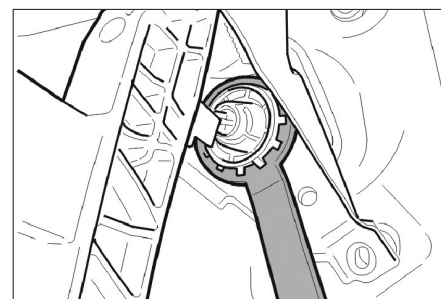

FIG. 19
- Séparer à l'aide de l'outil [1] le cylindre émetteur du pédalier (Fig.19).